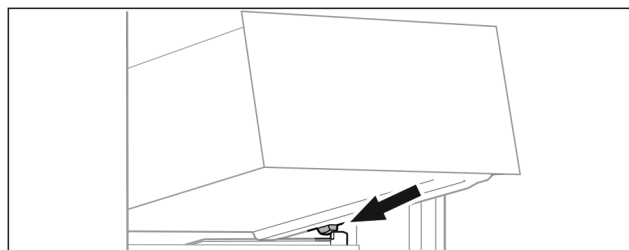

Fig. 125
- ▶ Nasadte zásuvku šikmo za zářádky na žebrování na nádoby. (viz Fig. 125)